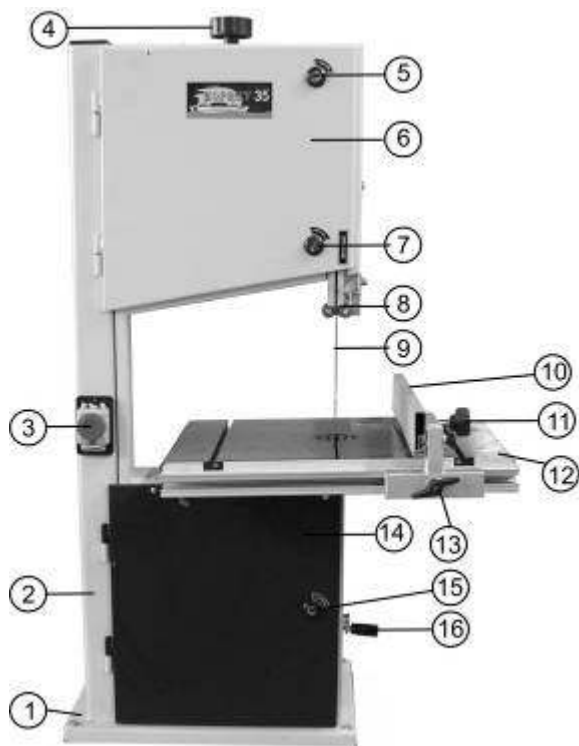

Рис. 2
8.1.2. При установке пилы на верстаке (для обеспечения устойчивости) пила должна быть надежно прикреплена к верстаку через специальные отверстия в нижней части основания (1), Рис.2. Для этой цели необходимо установить болтовые соединения. Обязательно используйте при креплении плоскую и пружинную шайбы на каждый болт (не комплектуется).
- Переносите пилу при помощи подъемных механизмов и приспособлений, учитывая массу пилы (см. Табл.1) и только за основание (1), Рис.2.
10.3. Установка маховика натяжения пыльной ленты (Рис.2)
10.3.1. Маховик (4), входящий в комплектность пилы Рис.1, установите, как показано на Рис.2.
10.4. Установка ручки маховика натяжения ремня (Рис.2)
10.4.1. Ручку (Ж), Рис.1, установите в маховик (16), как показано на Рис.2.
11.1.1. В связи с выполнением ряда работ есть периодическая необходимость установки рабочего стола (12) под прямым углом к пильной ленте (9), Рис.2. На данной пиле предусмотрено такое фиксированное положение.